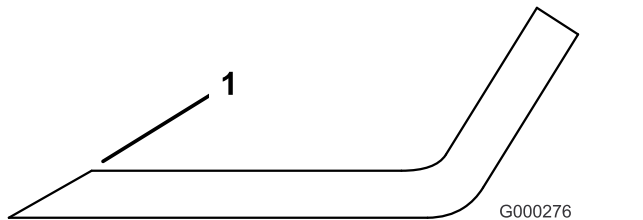

Figure 93
1. Au moyen d'une lime, aiguisez les tranchants aux deux extrémités de la lame (Figure 93).